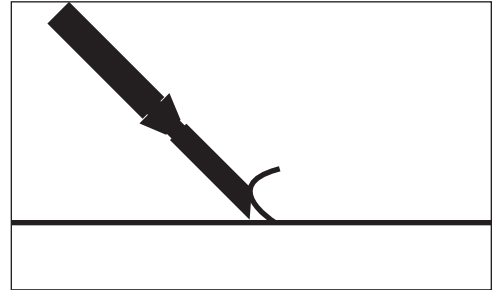
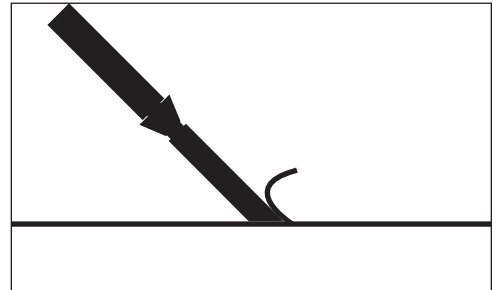

図 4
図 5
- 通常は、ブレードの傾斜が高い方がコンクリに適し (図 4)、傾斜が低い方が木材に適します (図 5)。